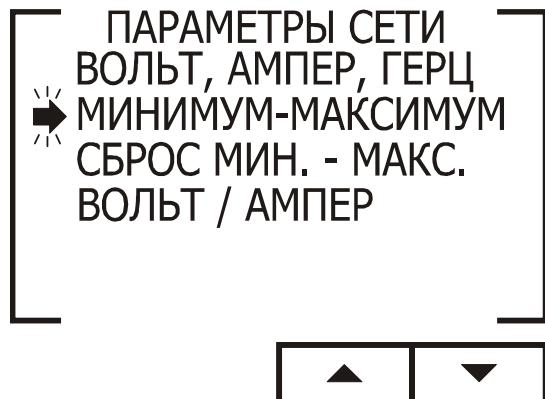

Рис. 21
2. Нажмите кнопку «Enter». На дисплее появится экран настройки режима отображения значений напряжения, тока и частоты сети (рис. 21):